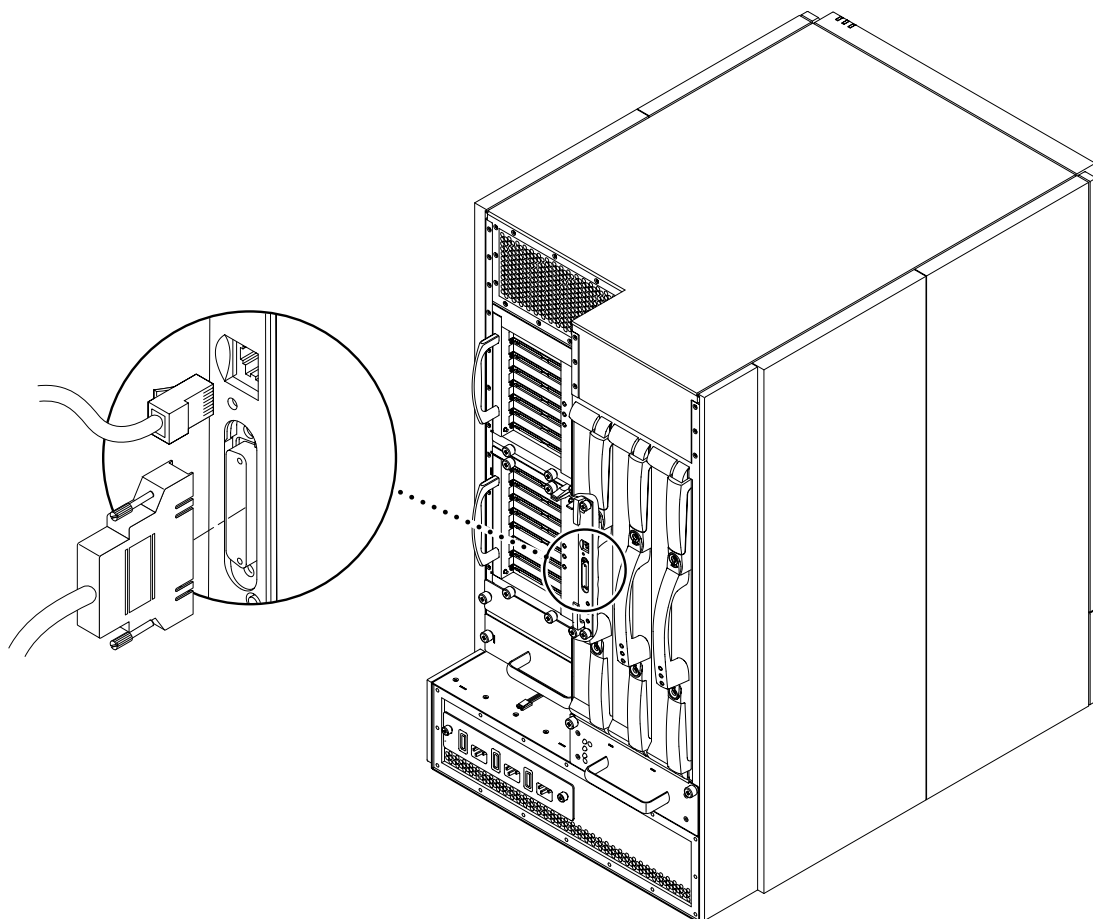

図 4-2 Sun Fire 4800 システムの主システムコントローラ接続
1. シリアルケーブル (TTYa またはヌルモデム) の一方の端を、主システムコントローラボードのシリアルポートに接続します (図 4-2)。
1. シールド付きカテゴリ 5 の Ethernet ケーブルの一方の端を、主システムコントローラボードの RJ-45 Ethernet ポートに接続します (図 4-2)。